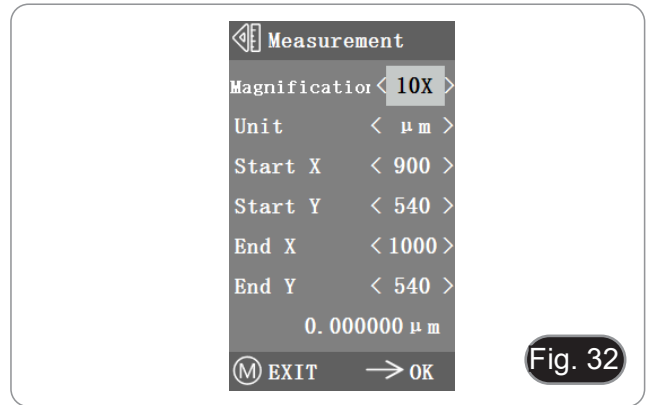

Fig. 32
3. Mover o ponto inicial e final das posições X e Y premindo ← e →: a duração da medição é exibida em tempo real. (Fig. 32)